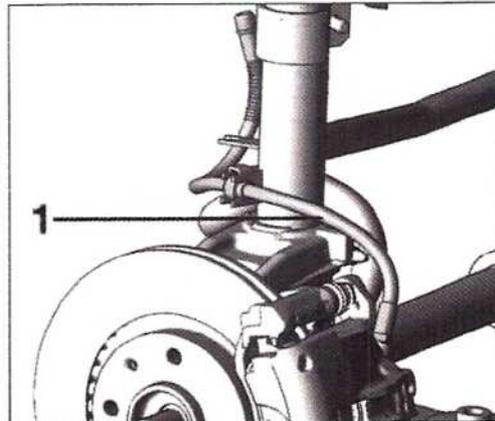

FIG. 3
- Taponar la tubería y desmontar el latiguillo de freno (1) (Fig.3).